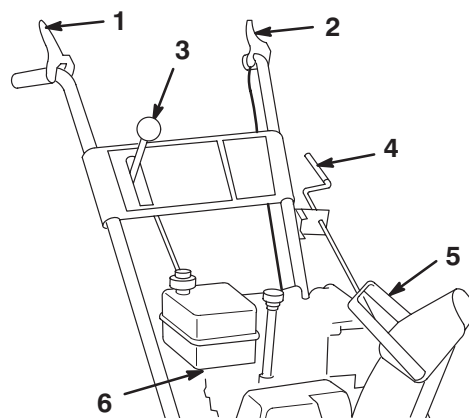

Figure 13
- **Commande de tarière/roue hélice** (Fig. 13)—Pour embrayer la tarière et la roue hélice, serrez la manette contre la poignée du mancheron de droite. Pour les débrayer, lâchez la manette.
- **Commande de traction** (Fig. 13)—Pour embrayer la traction (entraînement des roues), serrez la manette contre la poignée du mancheron de gauche. Pour arrêter la traction, lâchez la manette.
- **Levier de changement de vitesse** (Fig. 13)—Cette commande offre quatre vitesses : trois vitesses de marche avant et la marche arrière. Pour changer de vitesse, placez le levier dans la position souhaitée. Le levier s'engage dans un cran pour chaque vitesse choisie.
- **Commande d'orientation de l'éjecteur** (Fig. 13)—Tournez la commande d'orientation dans le sens des aiguilles d'une montre pour déplacer l'éjecteur vers la gauche, ou en sens contraire pour le déplacer vers la droite.
- **Poignée du déflecteur** (Fig. 13)—Déplacez la poignée du déflecteur vers l'avant pour rejeter la neige plus bas ou vers l'arrière pour la rejeter plus haut.
- **Robinet d'essence** (Fig. 13)—Fermez le robinet en le tournant dans le sens des aiguilles d'une montre et ouvrez-le en le tournant dans le sens contraire des aiguilles d'une montre. Fermez le robinet lorsque vous n'utilisez pas la déneigeuse.
3. Relâchez les manettes de tarière/roue hélice et de commande de traction (Fig. 13).
11. Sélectionnez la première (Fig. 13), serrez la manette de commande de traction contre la poignée, puis relâchez-la. Si la déneigeuse se met à avancer avant que vous ayez engagé la manette de commande ou après que vous l'ayez relâchée, reportez-vous à la rubrique Réglage de la courroie d'entraînement de traction, page 22.